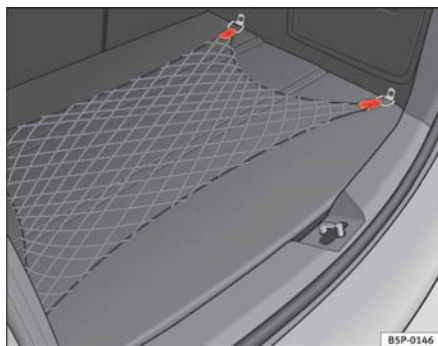

Abb. 106 Gepäckraumnetz
- Verwenden Sie zur Befestigung des Gepäckraumnetzes die seitlichen Befestigungsringe im Gepäckraum ⇒ Abb. 106